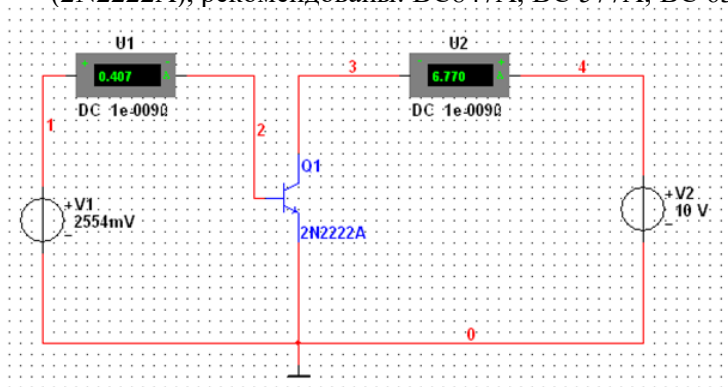

Рис. 21. Схема для исследования семейства входных характеристик транзистора, включенного по схеме с общим эмиттером
1. Собрать схему для снятия входных статических характеристик транзистора (рис. 21). Для исследования биполярного транзистора, включенного по схеме с общим эмиттером (2N2222A), рекомендованы: BC847A; BC 577A; BC 639 A; 2N 2712, 2SC18145.